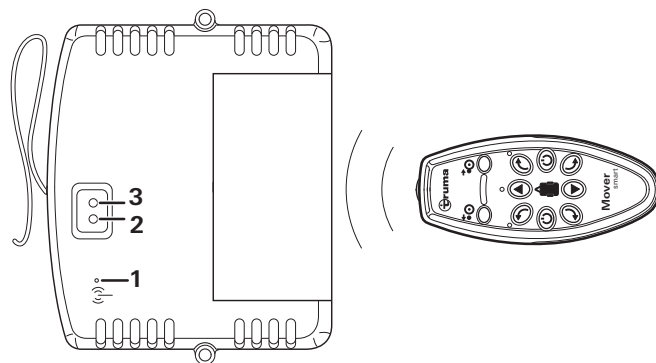

Figure 12
- Actionner la touche de réinitialisation (figure 12 - 1) sur la commande avec un objet fin. Il est pour cela possible d'utiliser l'antenne de la commande.
Les LED verte (figure 12 - 2) et rouge (figure 12 - 3) sur la commande clignotent maintenant en alternance.